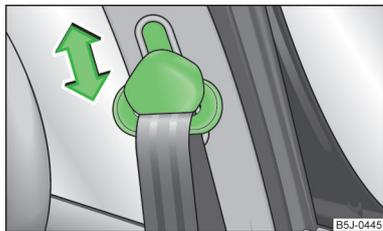

Fig. 114
- Presionar el herraje de inversión y desplazar en el sentido deseado, hacia arriba o hacia abajo » fig. 114.